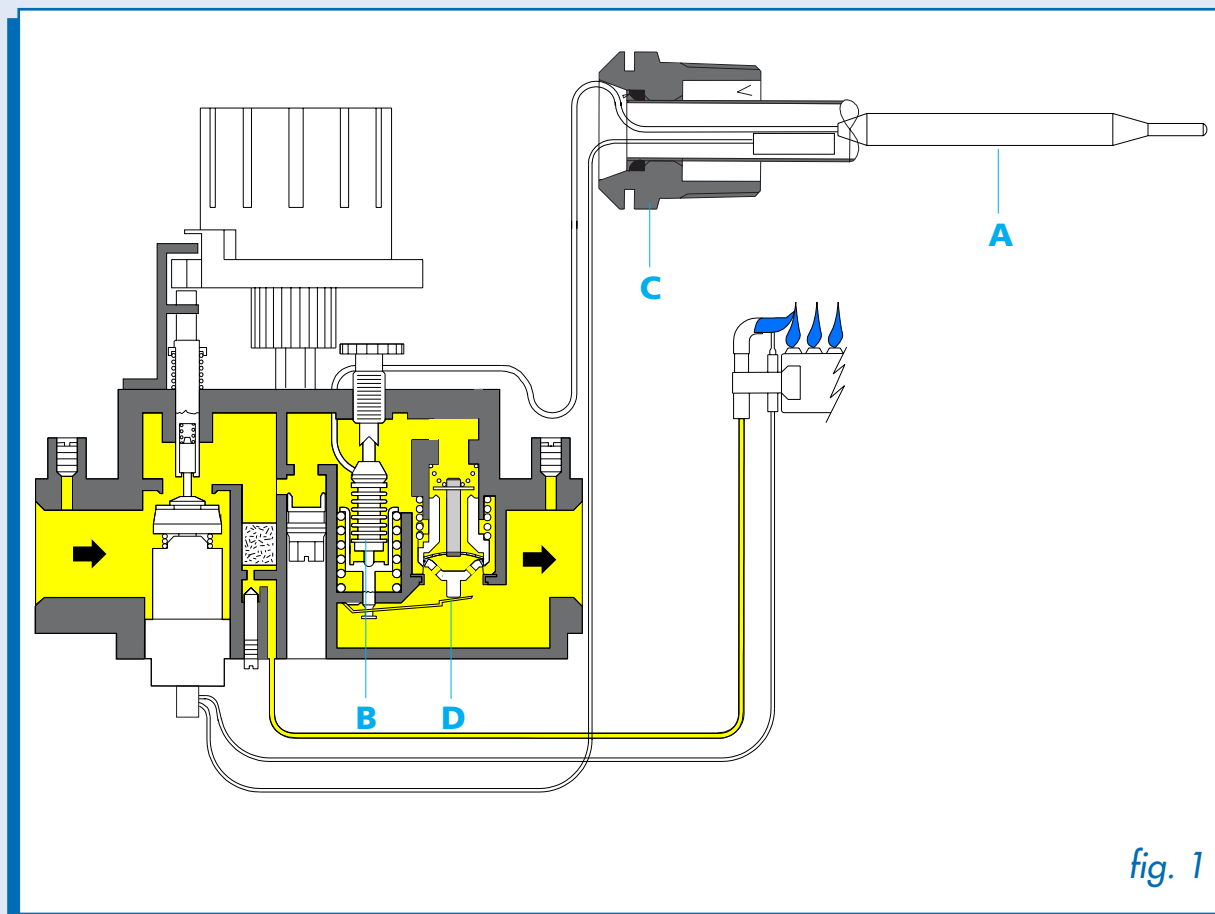

fig. 1
Il sistema opera attraverso la dilatazione termica di un liquido appropriato posto all'interno di un bulbo (A) e collegato ad un soffietto espandibile (B) tramite un capillare. Il bulbo è posto all'interno della guaina termostato (C) a sua volta immersa nell'acqua. In condizione di funzionamento con temperatura acqua inferiore al valore richiesto la via di gas al bruciatore principale è aperta (fig. 1).